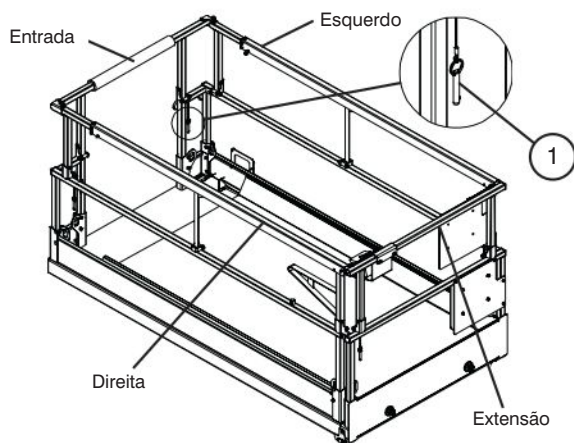

Figura 2-17a. Sistema de dobramento da proteção
6. Dobre para baixo o sistema de proteção na seguinte ordem: lado direito, lado esquerdo, entrada e extensão (consulte a Figura 2-17a).